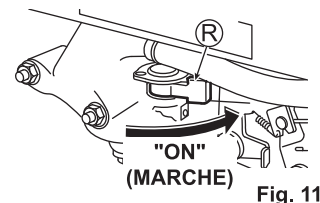

Fig. 11
2. Placez le robinet de carburant (R) sur la position "ON" (MARCHE). (Voir Fig. 11)